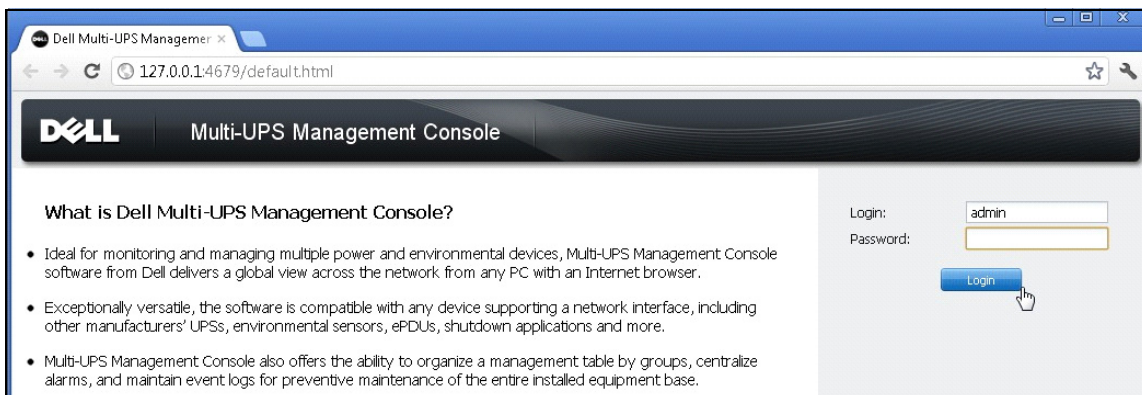

Figura 3. Schermata di login
- 3 Leggere la descrizione dell'applicazione. Digitare login e password, quindi fare clic su **Login** (vedere Figura 3).